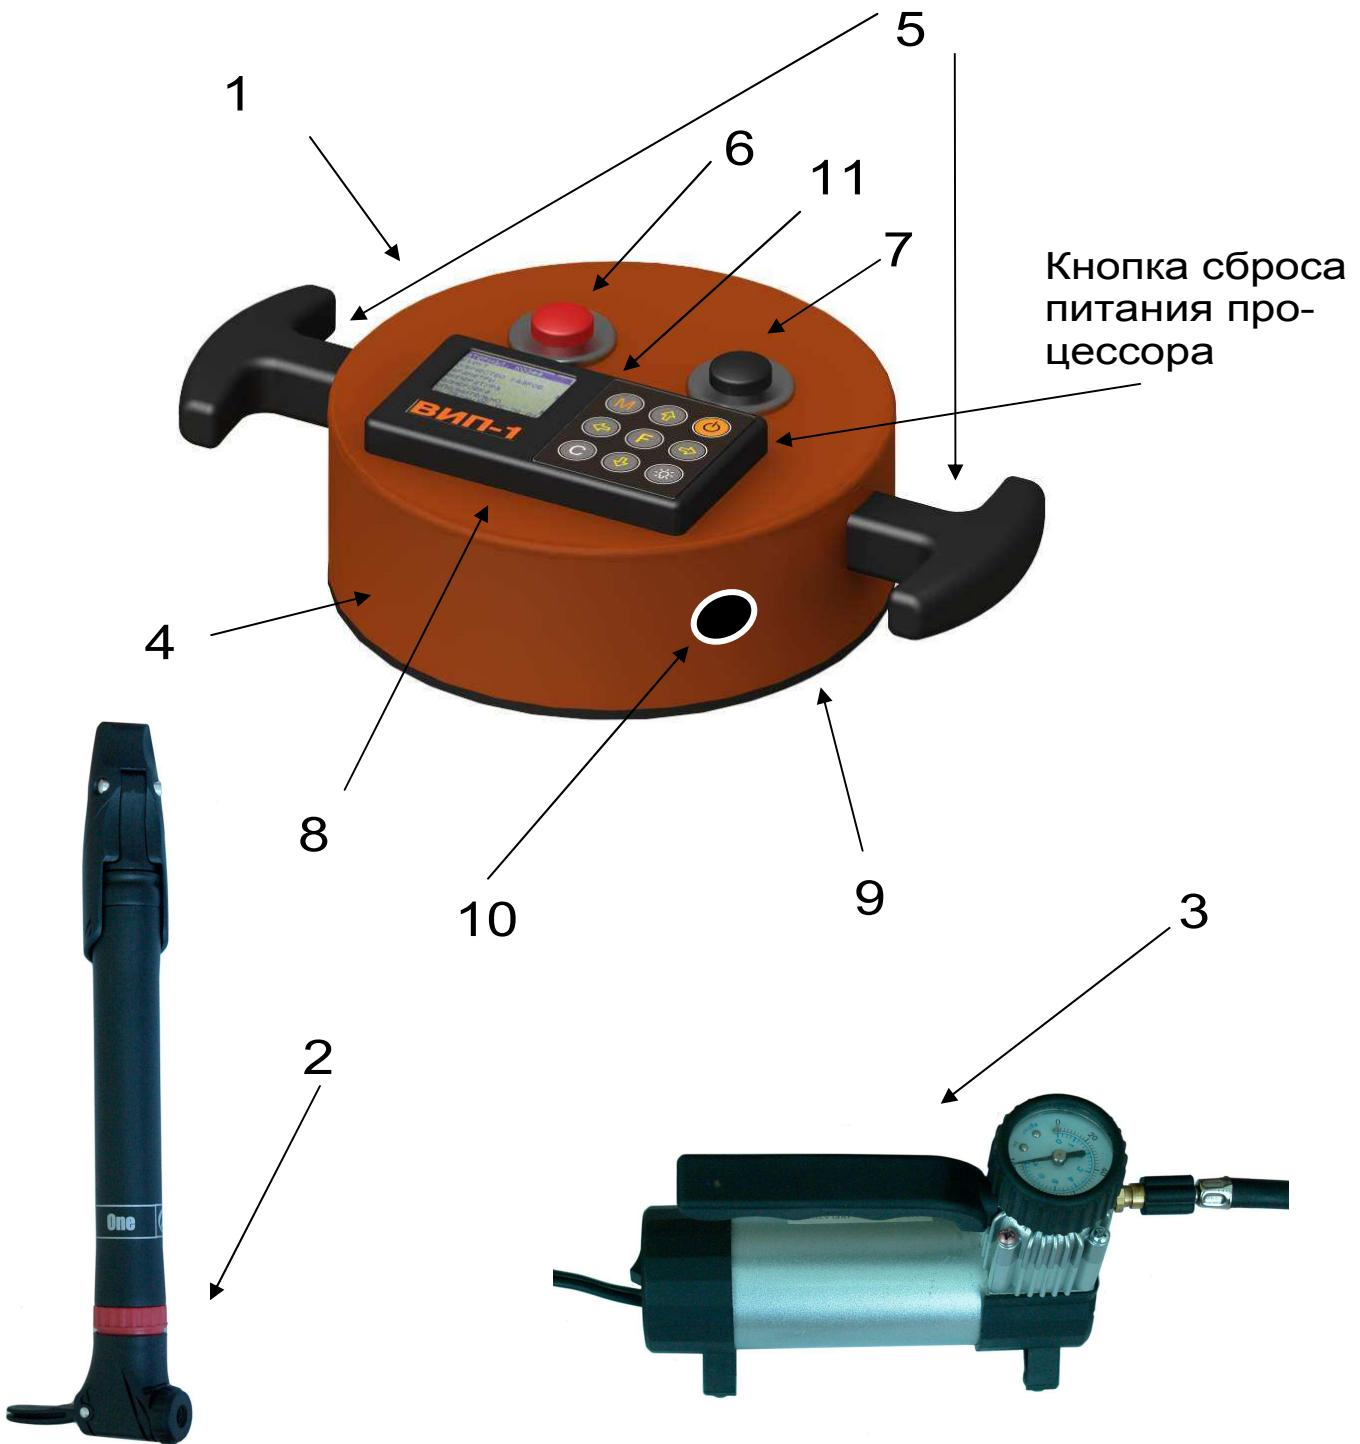

Рис. 1. Внешний вид прибора
В состав прибора входят измерительный блок 1 и ручной вакуумный насос 2 (см. рис.1). Кроме того, за дополнительную оплату в комплект поставки может быть включен электрический вакуумный компрессор 3, работающий как от сети 220 В, так и от автономного источника питания.
3.5.4. Пункт главного меню **АТМОСФЕРНОЕ ДАВЛЕНИЕ** позволяет перед каждым испытанием измерять и сохранять в памяти прибора величину атмосферного давления, необходимого для корректного вычисления параметров проницаемости. При открытом клапане 9 (рис.1), нажав клавишу **M**, электронный блок сохранит текущее значение атмосферного давления, и программа выйдет в главное меню. При нажатии клавиши **F** прибор перейдет в главное меню без сохранения изменений.